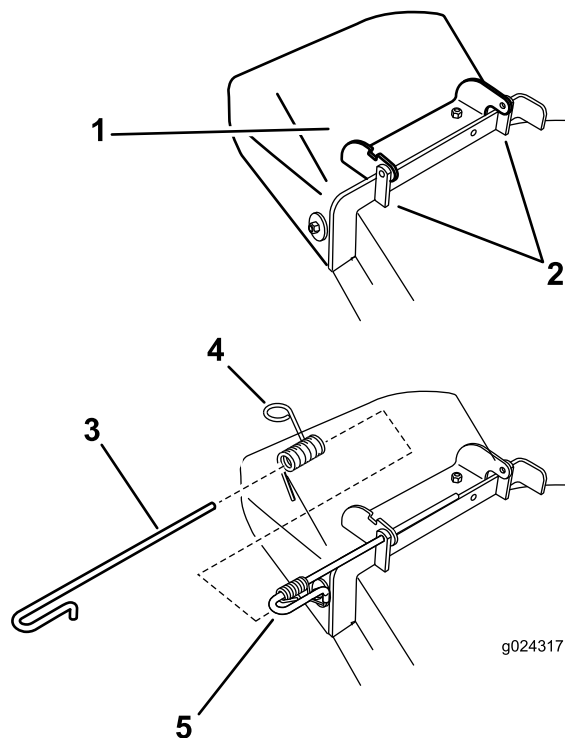

Figura 69
1. Retire la chaveta del extremo de la varilla (Figura 69).
2. Desenganche el muelle de la muesca del soporte del deflector, y retire la varilla de los soportes soldados de carcasa, el muelle y el deflector de descarga (Figura 69).
3. Coloque el nuevo deflector de descarga con los extremos de los soportes entre los soportes soldados de la carcasa (Figura 69).
7. Instale la chaveta en el extremo de la varilla (Figura 69).